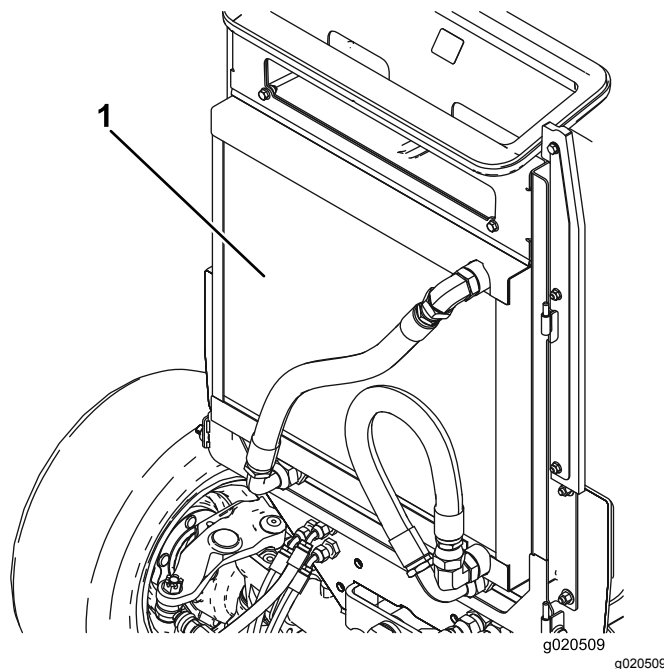

Figura 92
3. Pulite accuratamente entrambi i lati del refrigeratore dell'olio e il radiatore con aria compressa (Figura 92).